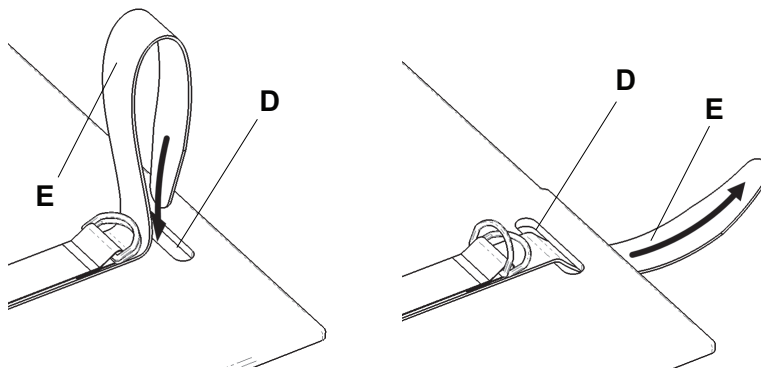

Figure 1 – Insérer les sangles d’arrimage
8. Enfiler la sangle d'arrimage (E) par le trou du relève-buste (D) (Figure 1).